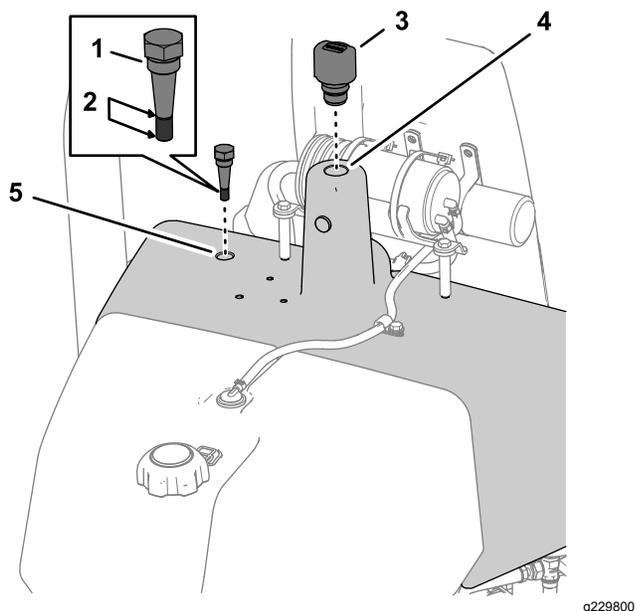

Figura 50
3. Desenrosque a vareta que se encontra na parte superior do depósito hidráulico, limpe-a, volte a colocá-la e retire-a novamente (Figura 50).
- Se não houver óleo na vareta, retire o tampão do tubo de enchimento do depósito de fluido hidráulico (Figura 50) e adicione lentamente o fluido hidráulico especificado até que o nível de fluido esteja na marca da vareta; consulte Especificação do fluido hidráulico (página 41).
- Volte a colocar a vareta e o respiro no depósito hidráulico (Figura 50).